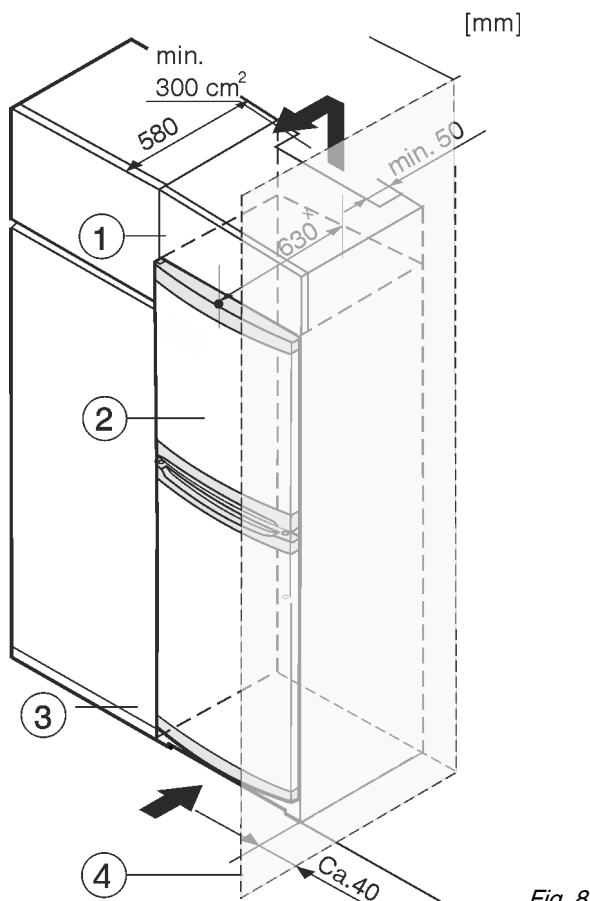

Fig. 8
Устройство может быть окружено кухонными шкафами. Чтобы уравнять устройство Fig. 8 (2) по высоте с кухонной стенкой, можно установить над устройством дополнительный шкафчик Fig. 8 (1).
При комбинировании с кухонными шкафами (глубина макс. 580 мм) устройство можно установить непосредственно рядом с кухонным шкафом Fig. 8 (3). Устройство выступает сбоку на 34 мм \* и по центру на 50 мм \* относительно передней стенки кухонного шкафа.
Если устройство установлено на шарнирах у стены *Fig. 8 (4)*, то расстояние между устройством и стеной должно быть не менее 40 мм. Настолько выступает ручка при открытой дверце.